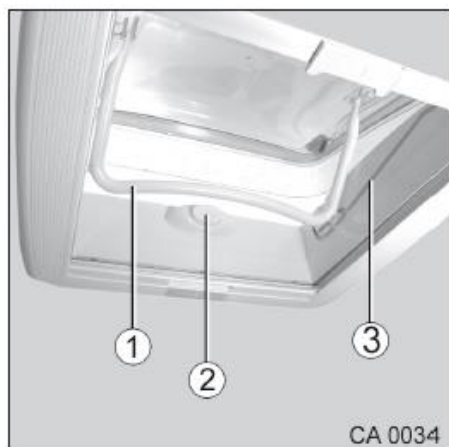

Fig. 63 Lanterneau
1. Appuyer sur le bouton-poussoir (Fig. 63/2) et tirer simultanément l'étrier (Fig. 63/1) vers le bas dans la rainure de guidage (Fig. 63/3) en passant devant le bouton-poussoir (Fig. 63/2).
2. Ouvrir le lanterneau. Pour ce faire, pousser l'étrier (Fig. 63/1) vers le haut dans l'un des trois blocages d'ouverture.
1. Fermer le lanterneau. Pour cela, tirer l'étrier (Fig. 63/1) vers le bas.
2. Bloquer l'étrier (Fig. 63/1) avec le bouton-poussoir (Fig. 63/2).